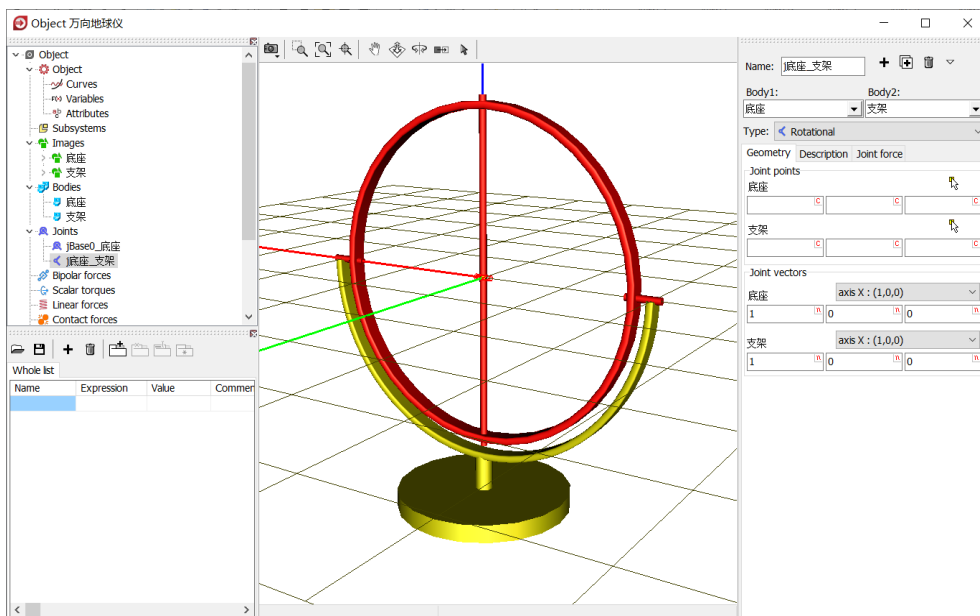

图 2-24
- 9) 从 **Type** 下拉菜单中选择 **Rotational**, 保持缺省设置。表示物体 2 **支架** 相对物体 1 **底座** 具有一个转动自由度, 铰点位于底座的**原点**, 转动轴是底座的 **X** 轴, 并且支架的原点与底座的原点重合, 支架的 **X** 轴与底座的 **X** 轴平行 (重合), 如图 2-24。